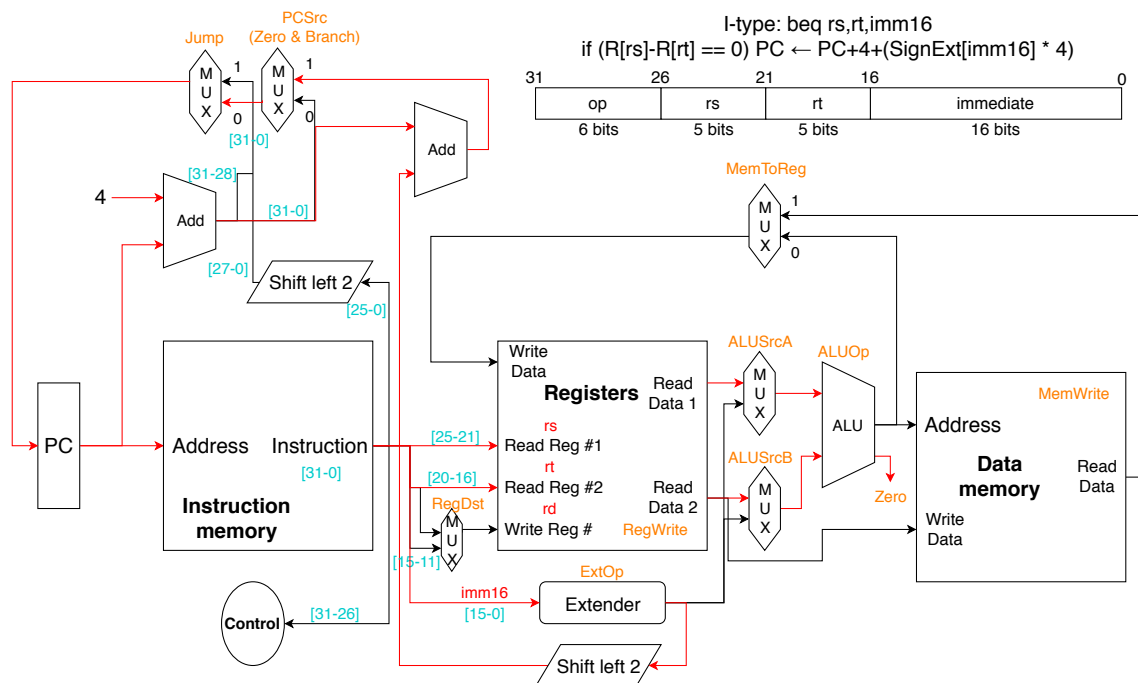

图 8: beq/bne/bltz通路
1. beq/bne/bltz为I类型。见图8，执行阶段从指令中读入rs、rt寄存器的地址，利用ALU对rs、rt寄存器的内容进行相减(beq/bne)或有符号比较(bltz)，若结果为0，则Zero标志置1，否则置0；同时，立即数imm进行符号扩展，并左移两位，与原有的PC+4再相加，得到是否执行分支跳转指令(beq: PCSrc=Zero, bne/bltz: PCSrc= \sim Zero)。